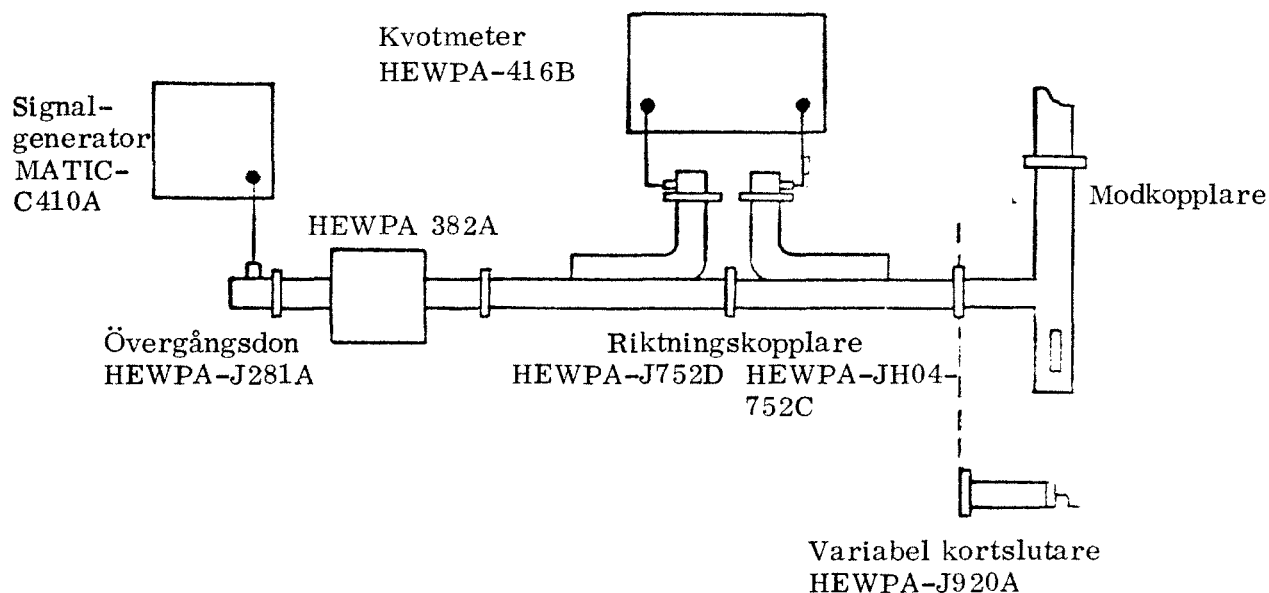

Bild 6. Uppkoppling
4.2.2.1 Anslut enligt bild 6 mätutrustningen till modkopplaren och en fast kortslutning vid anpassningsbiten till matarhornet.
4.3.7 Uppkoppling av mätutrustningen görs enligt bild 6.